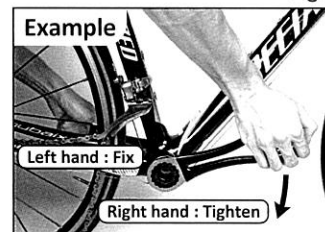

Fig. 4
- ⑤ 右回し(正ネジ)でしっかりと締め付けてください。その際、共回りしないよう両手もしくは二人で作業を行ってください。—図4
※図4は作業方法の一例です。
- ⑤ Tighten the cups securely. To hold the other cup in place, use both hands or work with someone. —Fig. 4